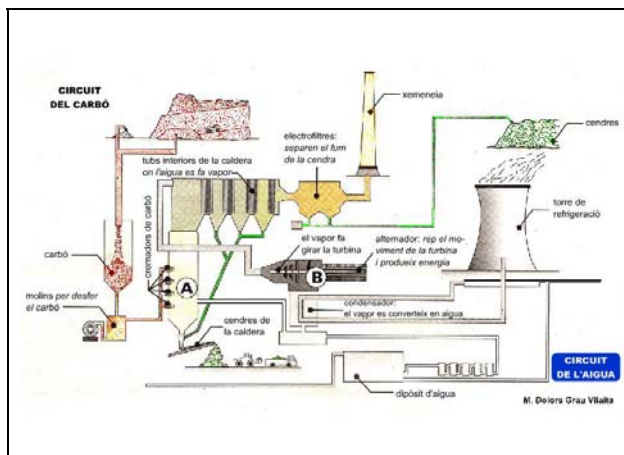

Fig. 3 Circuit del combustible
- Circuit del combustible (Fig. 3)